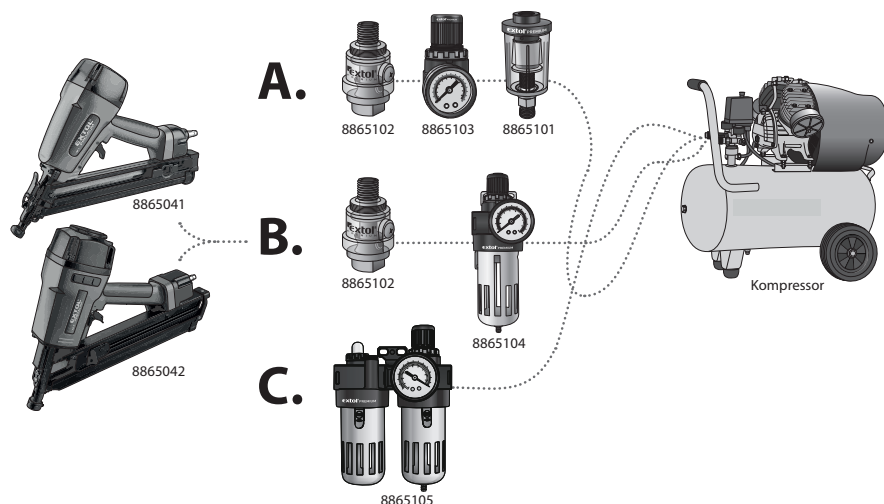

Abb. 4
- Der Druckluft-Nagler wird mit Druckluft angetrieben, die frei von Feuchtigkeit - Kondensat - sein und beigemischtes Pneumatiköl enthalten muss. Zu diesem Zweck dienen die im Schema auf Abb. 4 dargestellten und beschriebenen Zusatzanlagen, die vor dem Lufteinlass in den Nagler in der angeführten Reihenfolge installiert sein müssen.
Bestellnummer des Gerätes (Abb. 4)	Beschreibung des Gerätes (Aufbereitungsanlagen)
ANSCHLUSSMÖGLICHKEITEN (SIEHE SCHEMA AUF ABB. 4)
- Die Reihenfolge der im Schema auf Abb. 4 dargestellten Aufbereitungsanlagen muss beim Anschluss eingehalten werden.